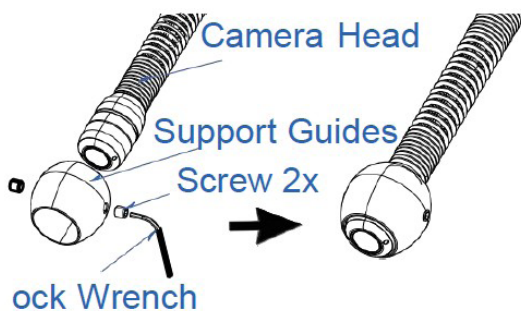

Figura 14. Installazione delle guide di supporto da 28 mm
5.2.a Installare le guide di supporto da 28 mm (Figura 14)